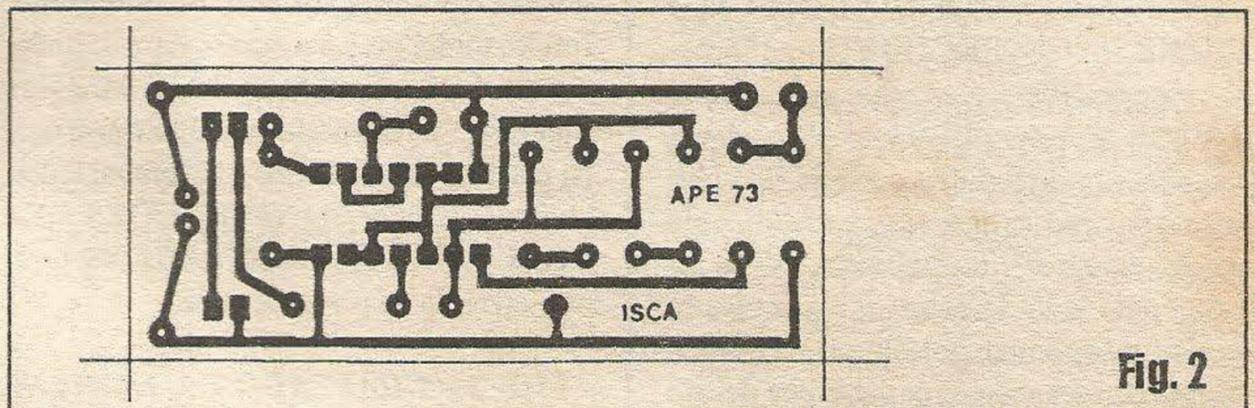

Fig. 2
- **FIG. 2 - LAY OUT DO CIRCUITO IMPRESSO ESPECÍFICO** - Plaquinha simples, longa e estreita, permitindo - com certeza - o aproveitamento de qualquer pequena tira de fenolite ou fibra de vidro cobreada que esteja *sobrando* aí pela *sucata* do caro leitor/hobysta... Vista na figura pelo lado do cobre, a placa mostra seu *lay out* em tamanho natural (1:1), como sempre demarcando-se as áreas que devem restar metalizadas após a corrosão, em **negro**, com as partes **brancas** simbolizando as regiões onde o cobre deve ser removido pelo percloro de ferro da solução... Depois de copiar com carbono, aconselhamos que o padrão seja preenchido com decalques ácido-resistentes apropriados, que dão maior elegância e profissionalismo à montagem, além de contribuir para o rigor mecânico/elétrico